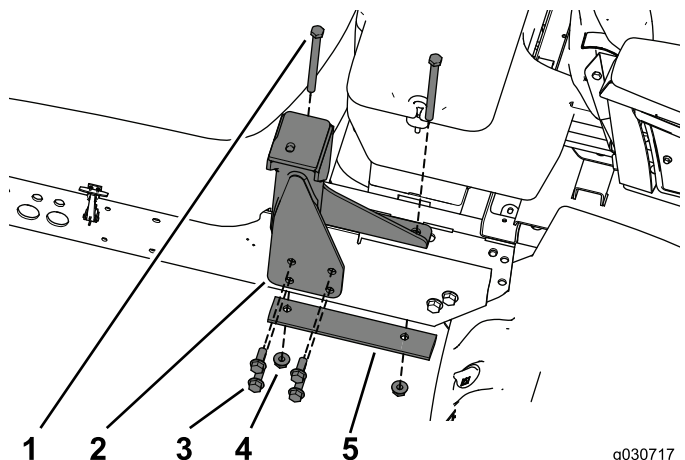

Figura 21
1. Utilize as novas ferragens para prender a montagem traseira direita à estrutura (Figura 21).